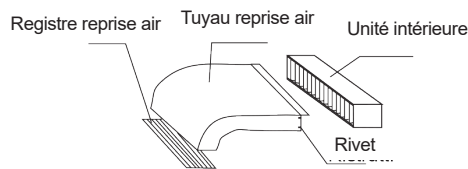

Fig.1
- Raccordement du conduit de reprise Raccordez une extrémité du conduit de reprise d'air à la reprise d'air de l'unité intérieure en utilisant des rivets, puis l'autre extrémité au registre de reprise d'air, comme indiqué à la figure 1. Le conduit de reprise doit être isolé pour éviter la condensation.